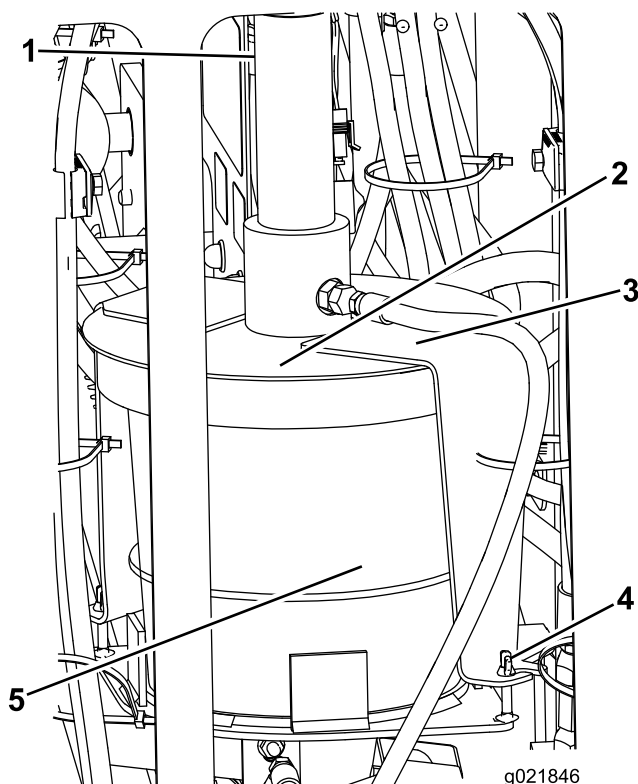

Рисунок 91
3. Ослабьте барашковые гайки крепления накладок крышки к машине (Рисунок 91).
4. Поверните крышку и снимите ее наклейки с крепежных болтов (Рисунок 91).
5. Поднимите крышку в сборе, сняв ее с пустой емкости состава для резьбы (Рисунок 91).
7. Вставьте плунжер в новую емкость и опустите крышку в сборе на емкость (Рисунок 91).
8. Наденьте наклейки крышки на крепежные болты и поверните крышку, чтобы наклейки находились на болтах (Рисунок 91).